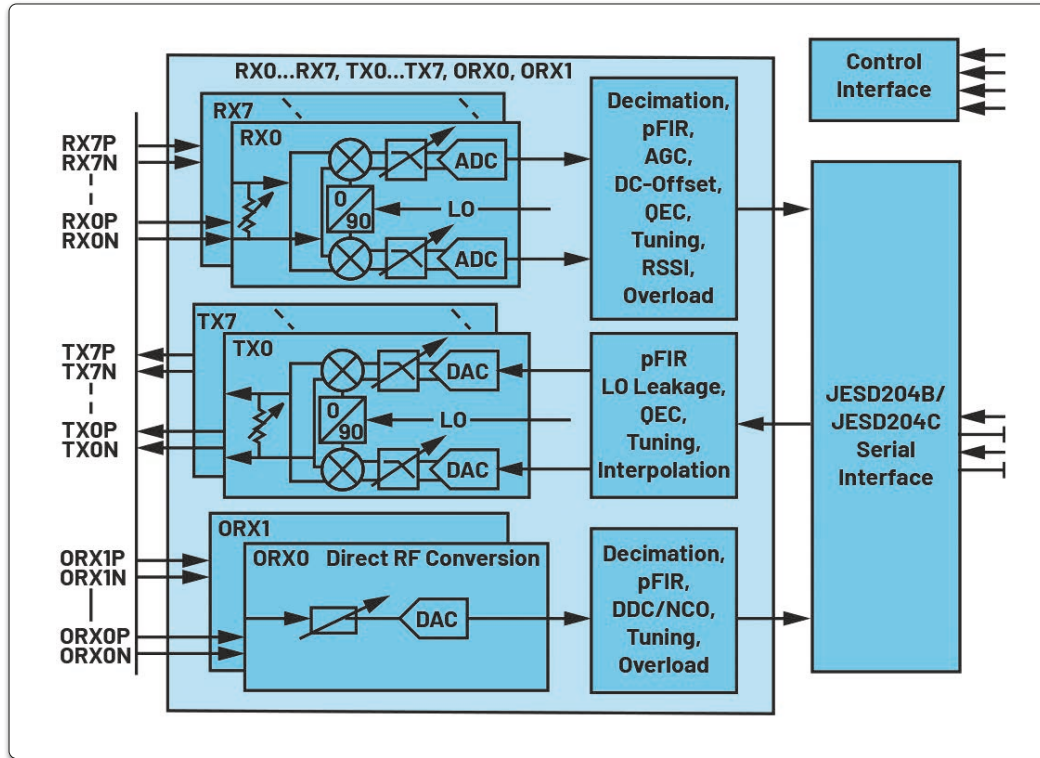

Bild 1: Blockschaltung der 16-nm-Transceiver
Die 16-nm-Transceiver-Serie von ADI (Bild 1) verfügt über jeweils acht differentielle Sendekanäle (Tx0-Tx7) und Empfangskanäle (Rx0-Rx7) sowie zwei differentielle Beobachtungsempfänger (ORx0-ORx1), welche die empfangenen Signale überwachen und analysieren. Der einstellbare Frequenzbereich erstreckt sich von 400 bis 7,125 GHz und wird mithilfe von zwei Hochfrequenzsynthesizern als lokale Oszillatoren (LO) abgedeckt. Die maximale einstellbare Bandbreite beträgt 600 MHz. Für die Anbindung an den Basisbandprozessor steht eine Hochgeschwindigkeits-Schnittstelle gemäß JESD204B/JESD204C zur Verfügung.